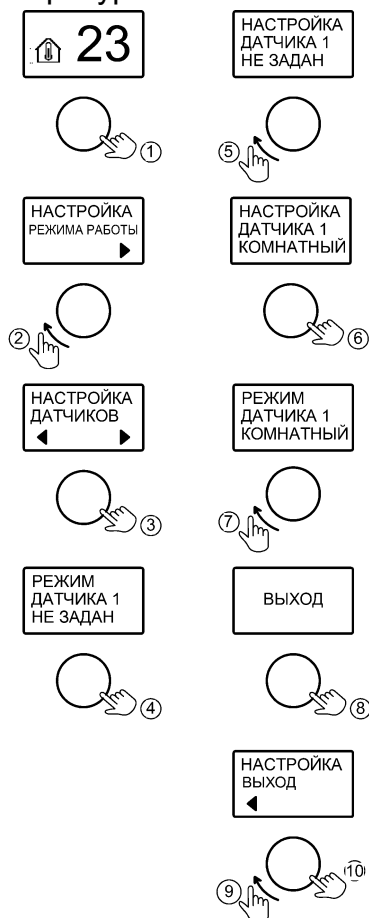

Рисунок 12. Настройка датчиков температуры воздуха
**10.5** Вкладка «ДАТЧИКИ t° ВОЗДУХА» предназначена для активации предварительно подключенных датчиков температуры воздуха (см. рис.12). Подключение должен выполнять квалифицированный специалист. При выборе роли «КОМНАТНЫЙ» и активации режима «КОМНАТНЫЙ» (см. рис.5) котел будет поддерживать заданное значение температуры воздуха в помещении. При выборе роли «УЛИЧНЫЙ» и активации режима «УЛИЧНЫЙ» (см. рис.6) котел будет поддерживать температуру теплоносителя в зависимости от температуры